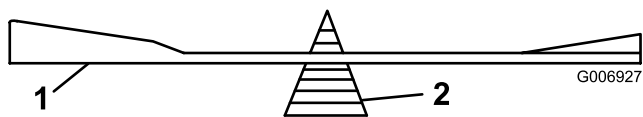

Figure 32
2. Vérifiez l'équilibre de chaque lame en la plaçant sur un équilibreur (Figure 32). Si la lame reste horizontale, elle est équilibrée et peut être utilisée. Si la lame est déséquilibrée, limez un peu le dos de la lame. Répétez la procédure jusqu'à ce que la lame soit équilibrée.